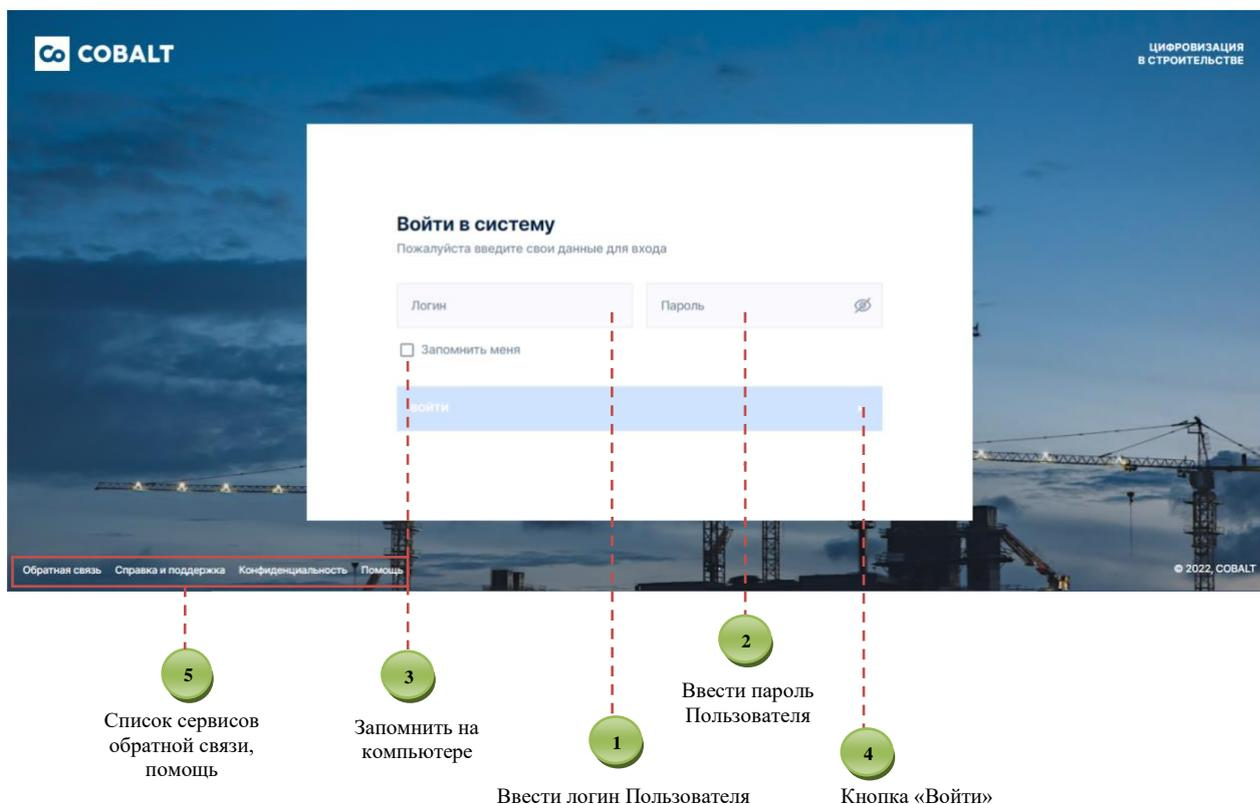

Рисунок 2. Пользователь вводит логин и пароль на старте работы с Программой
- Ввести предоставленные Производителем логин и пароль **1** и **2** (рис. 2).